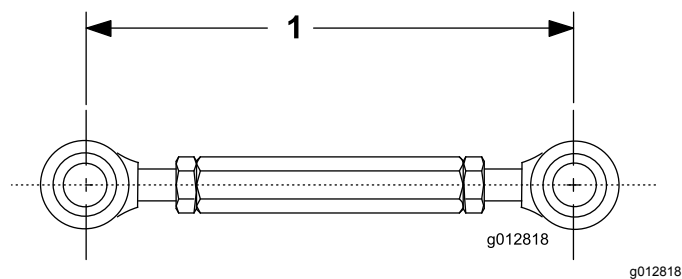

図 4
5. ねじ山付きリンクの長さを 190mm にセットしてジャムナットを締めつける 図 4。